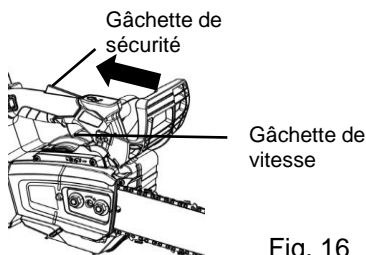

Fig. 16
2. Tirez le protège-main avant vers la poignée avant (Fig. 16).
3. Appuyez simultanément sur la gâchette de verrouillage et sur la gâchette de vitesse pour démarrer la machine (Fig. 16).